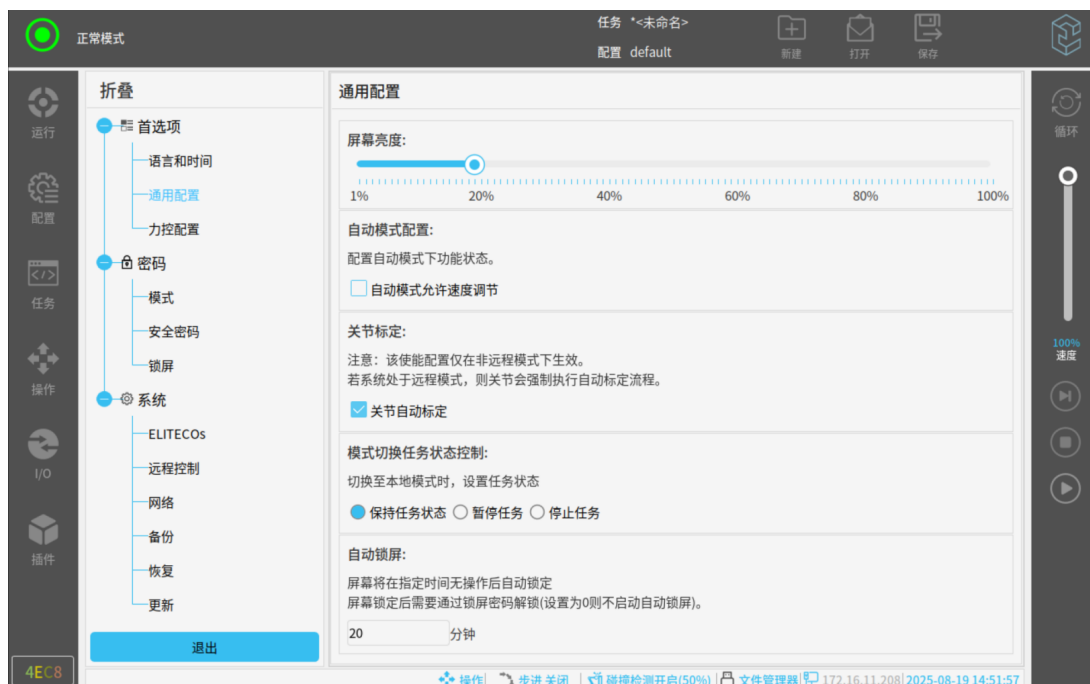

图 3-13: 通用配置
3. **关节标定:** 勾选图 3-13 中的按钮，进行关节自动标定。